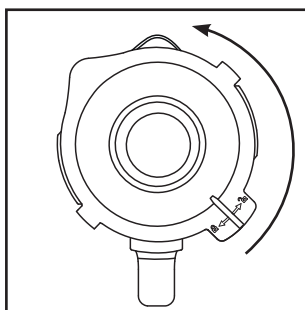
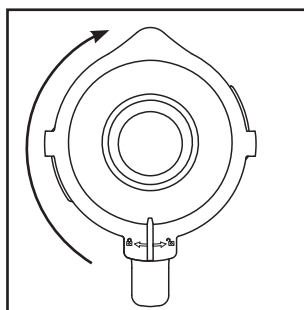

Fig.1
Fig.2
- 1) Rode o copo misturador ❸ para a esquerda, até a seta ▼ por baixo da pega do copo misturador ficar sobre a posição . Levante o copo misturador ❸ a direito, retirando-o do bloco do motor ❹.
- 2) Remova a tampa ❷, rodando-a para a esquerda na direção da posição  (ver fig. 1), até a conseguir puxar para cima.
- 3) Encha o copo misturador ❸. Nunca ultrapasse a marcação MAX.
- 4) Volte a colocar a tampa ❷ desalinhada no copo misturador ❸ e pressione-a firmemente. Feche a tampa ❷, rodando-a no sentido dos ponteiros do relógio, para a posição  até ela encaixar de forma audível (ver fig. 2). Verifique se o bico de esvaziamento no copo misturador ❸ está fechado. O motor só pode arrancar quando a tampa ❷ estiver corretamente alinhada.